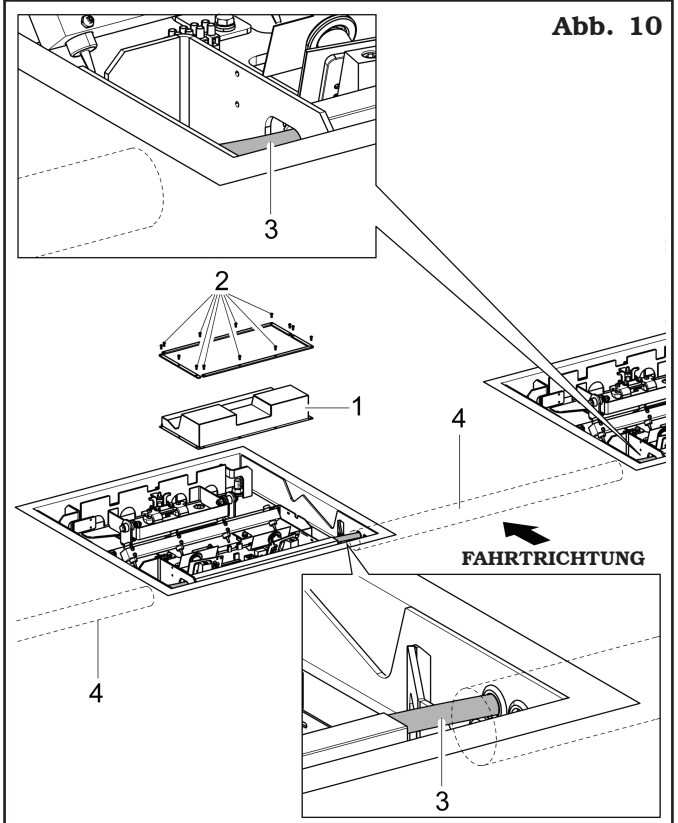

Abb. 10
3. Den Schutzkäfig (**Abb. 10 Pkt. 1**) abnehmen.
6. Nach der Verbindung der Kabel, wie zuvor beschrieben wird, den Schutzkäfig (**Abb. 10 Pkt. 1**) wieder montieren. es befestigen mit allen den 13 mitgelieferten Schrauben (**Abb. 10 Pkt. 2**).
7. Die Netzkabeln (**Abb. 10 Pkt. 3**) auf den Messplatten befestigen, sie durch die Rohre aus PVC gehen lassen (**Abb. 10 Pkt. 4**) (oder aus Stahl, wenn sie in der Fahrzeug-Durchgangszone positionierte sind), während der Mauerwerke vorbereitete, und sie mit dem PC (für BUWS101 - BUWS103 - BUWS101U - BUWS103U Modelle) oder mit dem Schalttafel (für BUWS102 - BUWS102U Modelle) verbinden.